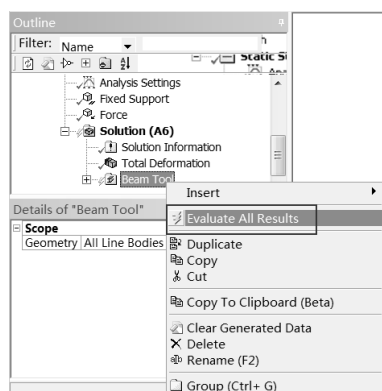

图 5-84 快捷菜单
Step6: 同 Step3, 在 Outline (分析树) 中的 Solution (A6) 选项上右击, 在弹出的快捷菜单中选择 Evaluate All Results 命令, 如图 5-84 所示, 此时会弹出进度显示条, 表示正在求解, 当求解完成后进度条自动消失。